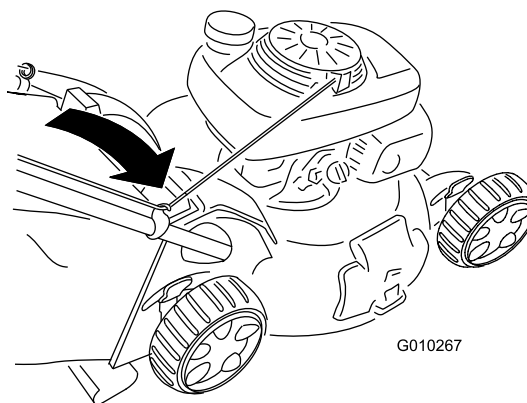

Figura 27
2. Pase la cuerda del arrancador alrededor de la guía de cuerda inferior (Figura 27).